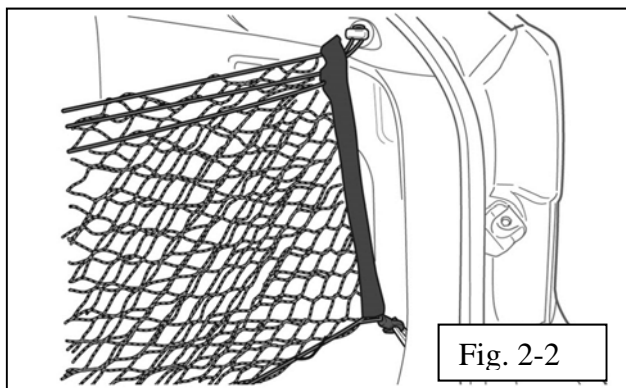

Fig. 2-2
- (e) Repeat steps (c) & (d) for the right side (Fig. 2-2).